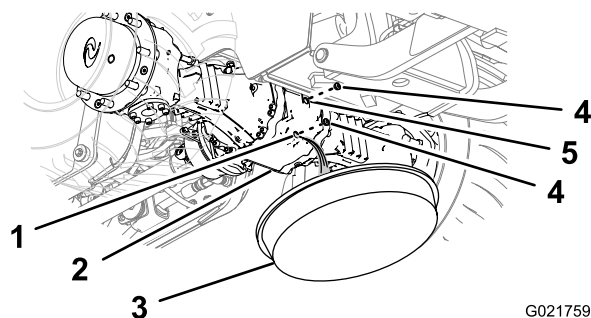
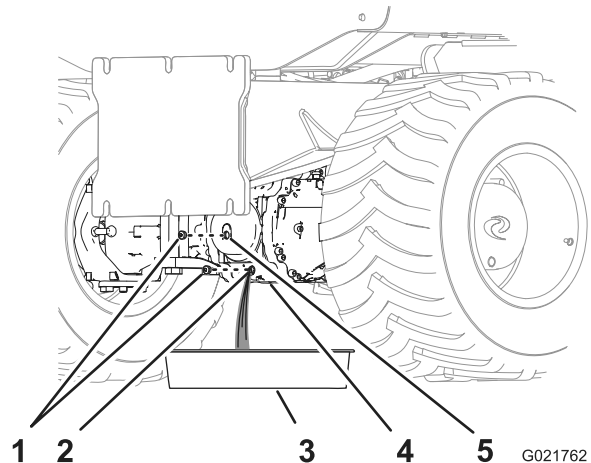

Figura 69
Figura 70
1. Posicione uma bandeja de drenagem sob a caixa do pinhão do eixo (Figura 69 e Figura 70).
2. Remova os bujões do orifício de nível e do orifício de drenagem da caixa do pinhão (Figura 69 e Figura 70).